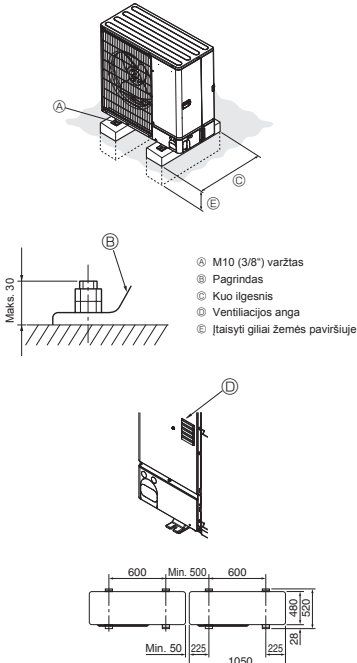

Fig. 3-1
- Įrenginį sumontuokite ant tvirtu, lygaus paviršiaus, kad jam veikiant nesigirdėtų barškėjimo. (Fig. 3-1)